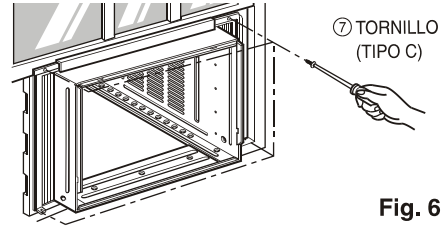

Fig. 6
6. Adjunte cada panel guía a cada lado de la ventana usando tornillos (Tipo C). (Ver Fig.6)